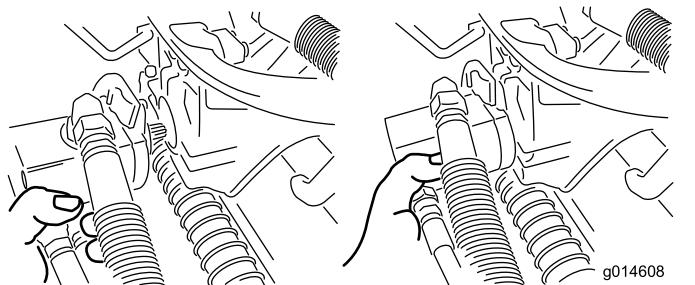

Figura 51
3. Mueva el motor al lugar de almacenamiento en la parte delantera del brazo de suspensión (Figura 51).